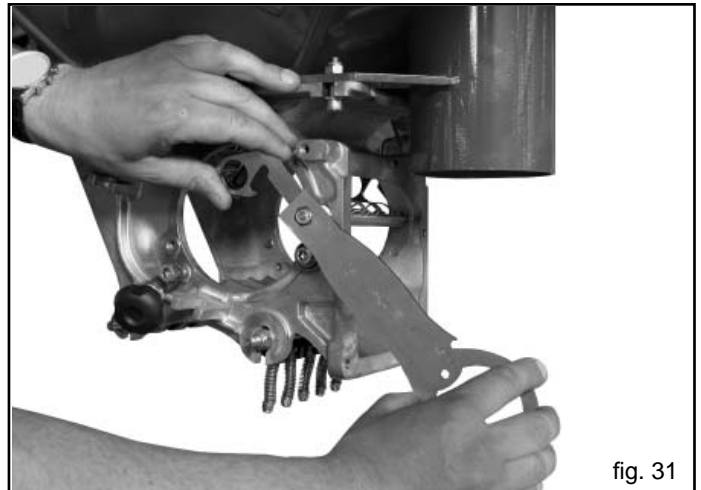

fig. 31
- 3) Stopmutter M8 beidseitig mit dem beiliegenden Universalschlussel soweit loesen. (Fig. 31).